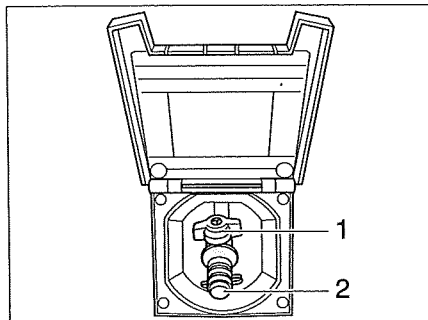

Bild 81 Extern gasanslutning, gasavstängningsventilen stängd
Den externa gasanslutningen (Bild 81) befinner sig, beroende på modell, på fordonets bakdel eller på fordonets vänstra resp. högra sida.
- Anslut den externa gasapparaten till anslutningar (Bild 81,2).
- Öppna gasavstängningsventilen (Bild 81,1).